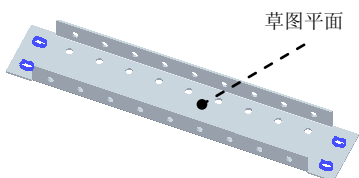

图 8.13.138 法向除料特征 3
Step9. 创建图 8.13.138 所示法向除料特征 3。
(1) 选择命令。在“主页”功能选项卡“钣金”工具栏中单击  按钮，选择  法向除料命令。
(2) 定义特征的截面草图。
① 选取草图平面。选取图 8.13.138 所示的模型表面为草图平面。